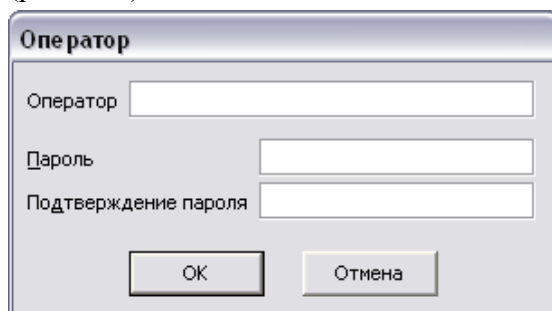

Рисунок 1.13
2. Нажмите клавишу [Insert] или значок  на функциональной панели окна, или выберите пункт меню «Оператор ⇒ Создать». Откроется окно «Оператор» (рис.1.13).
Вновь активируется окно «Оператор» (рис.1.13). Введите одинаковые значения в поля «Пароль» и «Подтверждение пароля» и нажмите кнопку <ОК>.